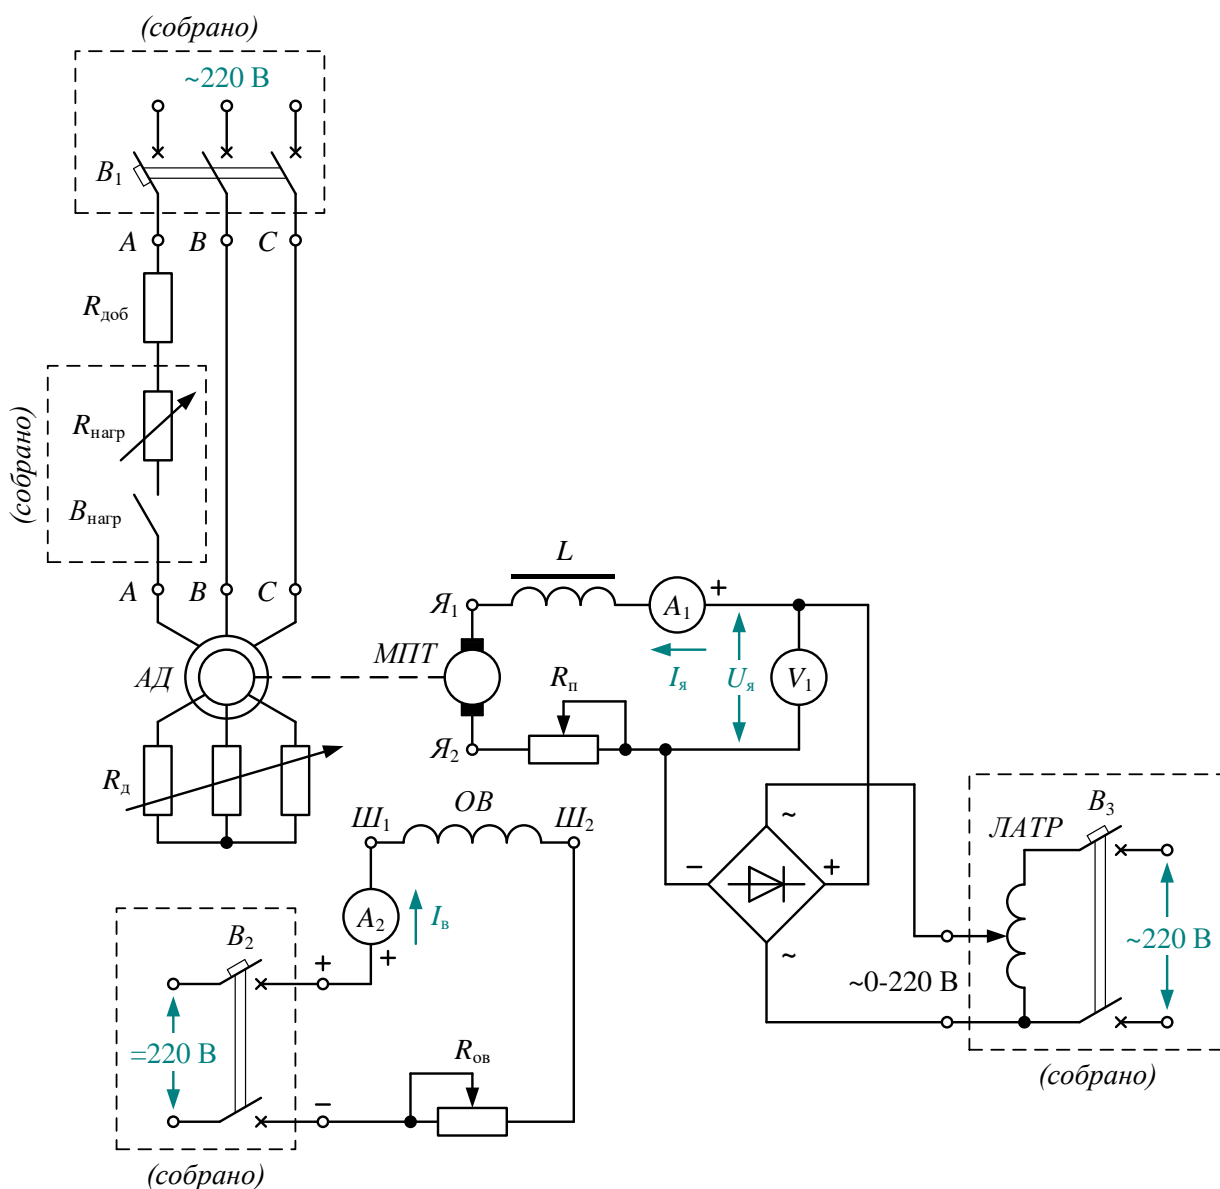

Рис. 1. Электрическая схема лабораторной установки для исследования характеристик двигателя постоянного тока независимого возбуждения
Работа выполняется на универсальном лабораторном стенде. Электрическая схема лабораторной установки для исследования характеристик двигателя постоянного тока независимого возбуждения показана на **рис. 1**.
17. Собрать электрическую схему лабораторной установки по **рис. 1**. Представить её на проверку преподавателю.